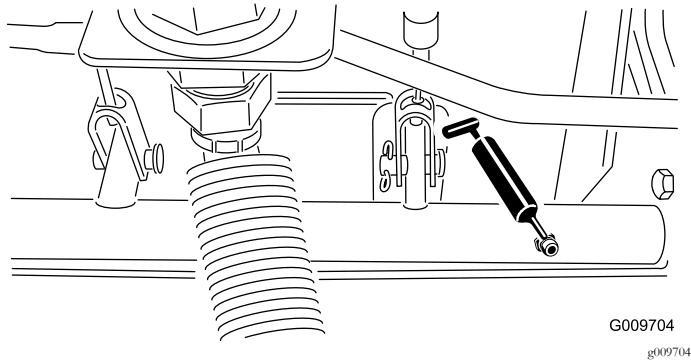

Figura 32
- Cuscinetti orientabili dell'albero del freno (5) come illustrato nella Figura 32